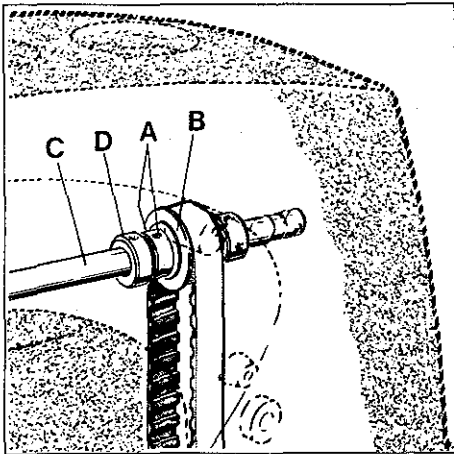

Fig.38
While rotating pulley in operating direction, the spreader should begin to move from its extreme left position to the right as the needle bar descends 1.5 to 2.0 mm (.060 to .080 in.) from top of stroke. Adjustment for timing the spreader travel can be made by loosening the two screws (A, Fig. 38) in the hub of sprocket (B), right inside the arm casting, advance or retard sprocket on shaft for spreader drive (C) as required. Thrust hub of sprocket against collar (D) when retightening screws (A).
Drehen Sie die Handrad-Riemenscheibe in N hrichtung, der Leger soll beginnen sich aus seiner linken Endstellung nach rechts zu bewegen, wenn sich die Nadelstange von ihrer obersten Stellung etwa 1,5 bis 2,0 mm nach unten bewegt hat. Die Legeberbewegung l st sich nach L sen der beiden Schrauben (A, Fig. 38) in der Nabe des Zahnriemenrades (B), rechts im Maschinenarm und entsprechendes vor- oder zur ckdrehen des Zahnriemenrades auf der Welle f r Legerantrieb (C) zeitlich abstimmen. Beachten Sie, da  die Nabe des Zahnriemenrads am Stelling (D) anliegt, wenn Sie die Schrauben (A) wieder anziehen.